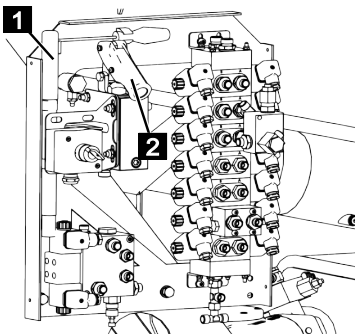

Fig. 125
7. Visser le levier de la pompe manuelle (Fig.125/1) sur la pompe manuelle (Fig.125/2) et pomper jusqu'à ce que l'appui ait atteint la position souhaitée.